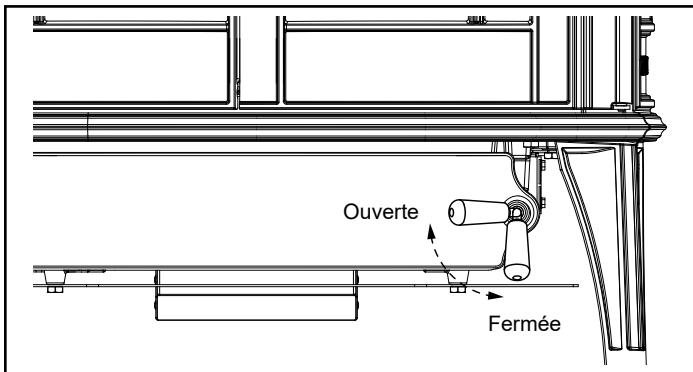

Figure 2.9 – Tourner la poignée de la porte à cendres vers la droite pour l'ouvrir et vers la gauche pour la fermer.
- Fermez la plaque ou les portes et déverrouillez la porte à cendres (figure 2.9). Elle pivotera, faisant sortir le bac à cendres du poêle.